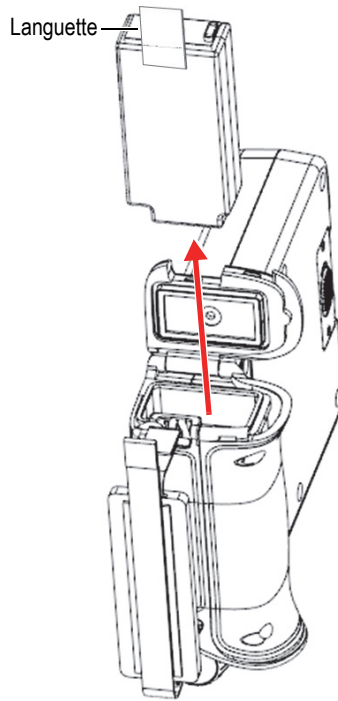

Figure 4-3 Retrait de la batterie
4. Saisissez la languette et tirez-la vers le haut pour dégager et retirer la batterie du compartiment (voir la Figure 4-3 à la page 47).